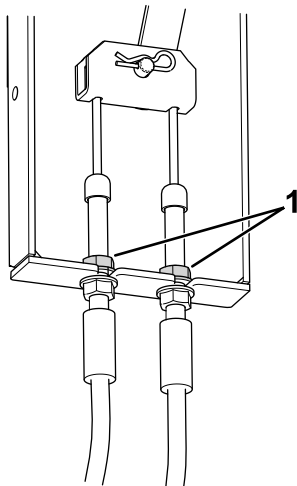

Рисунок 76
3. Найдите крепление троса тормоза (Рисунок 76) под левой стороной машины рядом с левым колесом.